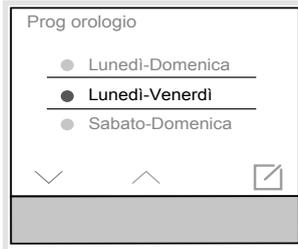

Figura 12: Impostazione timer
- Confermare con  (figura 12).